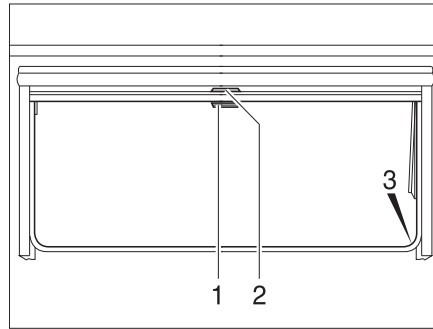

Fig. 74 Ventana abatible
- Tirar del asidero (Fig. 74,2) de la persiana oscurecedora enrollable hacia abajo. Cuando la persiana oscurecedora enrollable se cierre por completo, encajarla en el bloqueo (Fig. 74,3) a ambos lados del marco de la ventana.
- Cuando la persiana oscurecedora enrollable está completamente cerrada: Presionar el tirador (Fig. 74,2) hacia abajo y tirarlo ligeramente hacia dentro. Desenganchar la persiana oscurecedora enrollable de los bloqueos a izquierda y derecha del marco de la ventana.
- Cuando la persiana oscurecedora enrollable se encuentre en una posición intermedia: Tirar ligeramente del asidero (Fig. 74,2) hacia abajo, hasta que se hay soltado el bloqueo.
- Tirar hacia abajo de la mosquitera enrollable (Fig. 74,1) y engancharla en el bloqueo (Fig. 74,3) a ambos lados del marco de la ventana.
- Presionar el tirador (Fig. 74,1) hacia abajo y tirarlo ligeramente hacia dentro. Desenganchar la mosquitera enrollable de los bloqueos a izquierda y derecha del marco de la ventana.